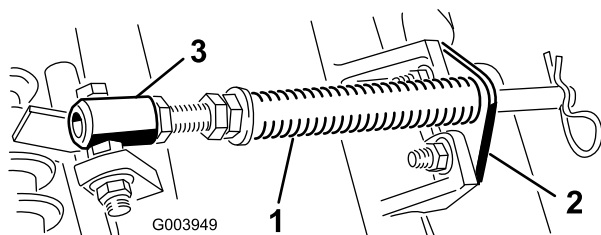

图 4
- A. 拆下把杆支架固定到滚刀组凸耳上的 2 个车身螺栓和螺母图 4。
- B. 拆下将弹簧套管栓固定到承载架凸耳 (图 4) 上的凸缘螺母拆下组件。
注意 将螺栓头朝向凸耳外侧如图 4 所示。